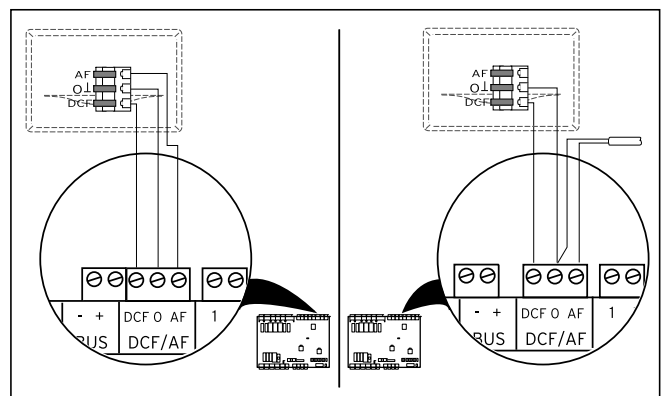

Abb. 7.16 VRC DCF-Empfänger installieren
- Verdrahten Sie den VRC DCF-Empfänger entsprechend → **Abb. 7.16**: